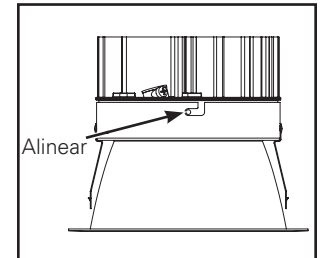

Figura 30.
2. Inserte el módulo LED en el reflector. Alinee los orificios de los tornillos del módulo de la luminaria LED con los orificios de los tornillos del reflector inferior (Figura 30).